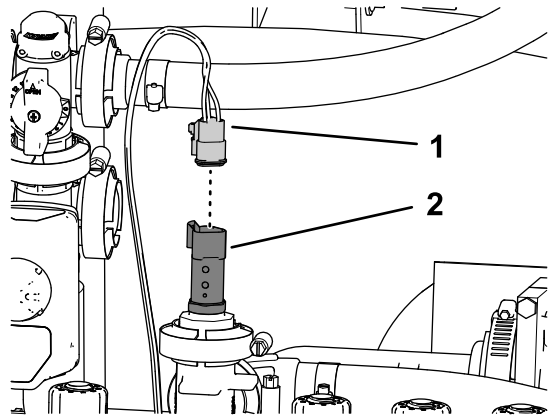

Bild 131
1. Stecken Sie den 3-Buchsen-Stecker des 61-cm-Kabelbaumzweigs, der mit **PRESSURE TRANSDUCER GREEN WEDGE** beschriftet ist, in den 3-Stift-Stecker des Druckwandlers (Bild 131).